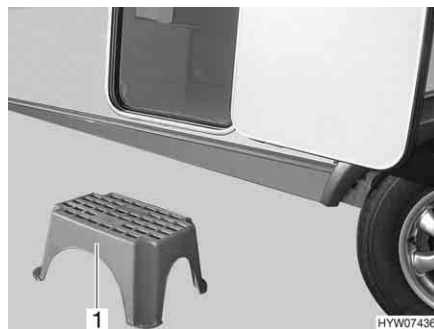

Fig. 22 Marchepied (amovible)
- Poser le marchepied (Fig. 22,1) devant l'entrée de la caravane.